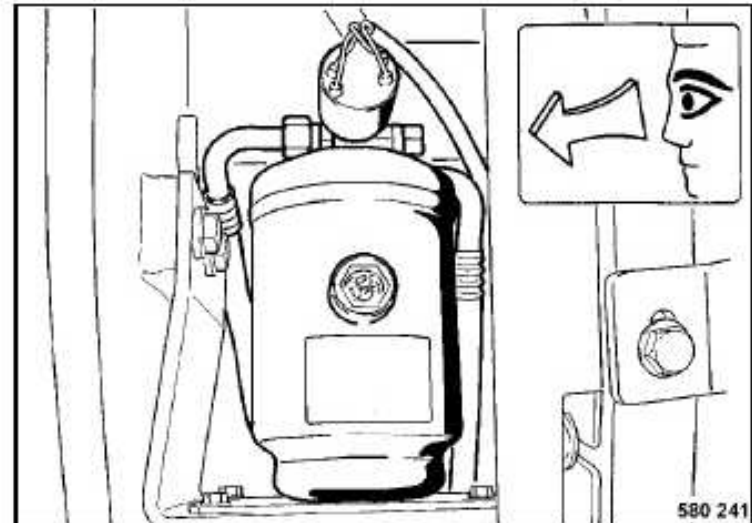

Fig. 121
- Comprobar la unidad secadora/colectora (Fig. 121) por daños mecánicos o corrosión.